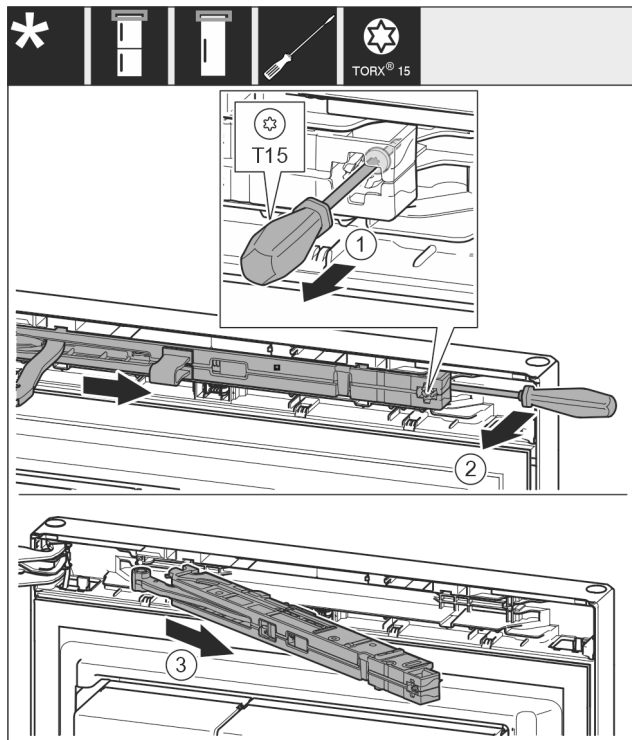

Fig. 11
- ▶ Ослабьте винт на узле амортизатора закрывания двери с помощью отвертки T15 примерно на 14 мм. Fig. 11 (1)
- ▶ При помощи отвертки со стороны ручки переместите за узел амортизатора и поверните узел вперед. Fig. 11 (2)
- ▶ Извлеките узел амортизатора. Fig. 11 (3)